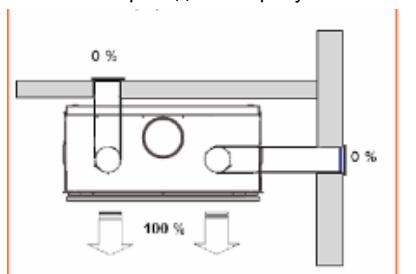

рис. 3
- 5) Снова откройте створку в противоположную сторону (ту, куда она будет открываться при эксплуатации очага), уберите инструменты, которые поддерживали свод в закрытом положении, завинтите предохранительный винт (рис. 3)